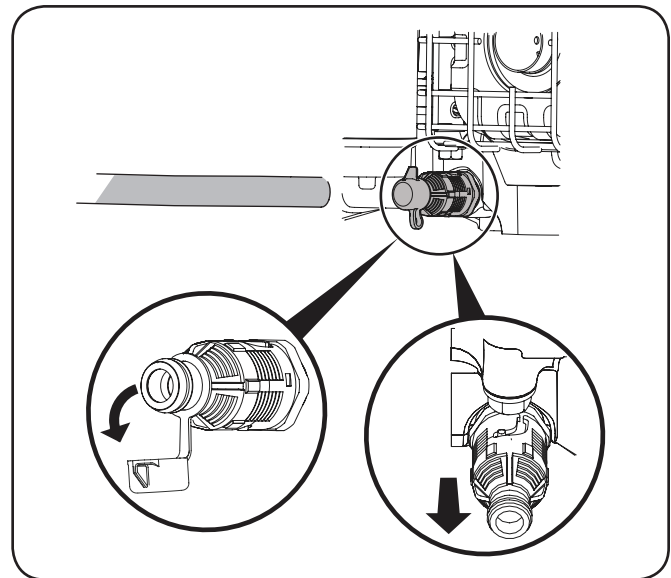

Figura 6-2
4. Abra el tapón protector en el extremo de la válvula de drenaje de aceite para dejar expuesto el orificio de drenaje. Vea Figura 6-2.
7. Gire la válvula del tapón de drenaje 1/4 de giro en el sentido contrario a las agujas del reloj mientras tira de ella suavemente para alejarla del motor a fin de abrir la válvula de drenaje de aceite. Consulte la Figura 6-2.